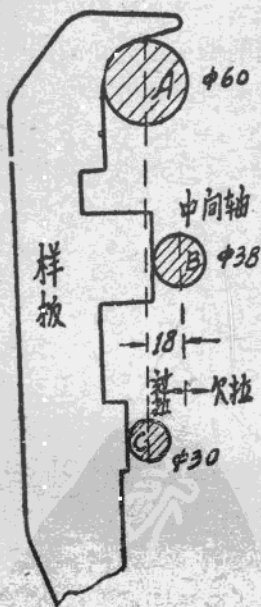

图 7
(2) 工具：成套死搬子，游标尺，鋼板尺，大木尺，木梯子，調整用信号灯箱，229/36 伏小变压器，成盒套搬子，毛刷，样板（按設備說明書中样板制作图紙制造，参考图7）。
(3) 材料：汽油，电木漆，橡皮胶（抗油橡胶溶于航空汽油中）。
25. 用千斤頂把油开关合閘。待操作箱內合閘机构的橫軸緊密地被支撐卡鉤頂住时（千斤頂使开关合閘后，把他反向退回几扣使橫軸压在支撐卡鉤上），用特制样板（如图 7